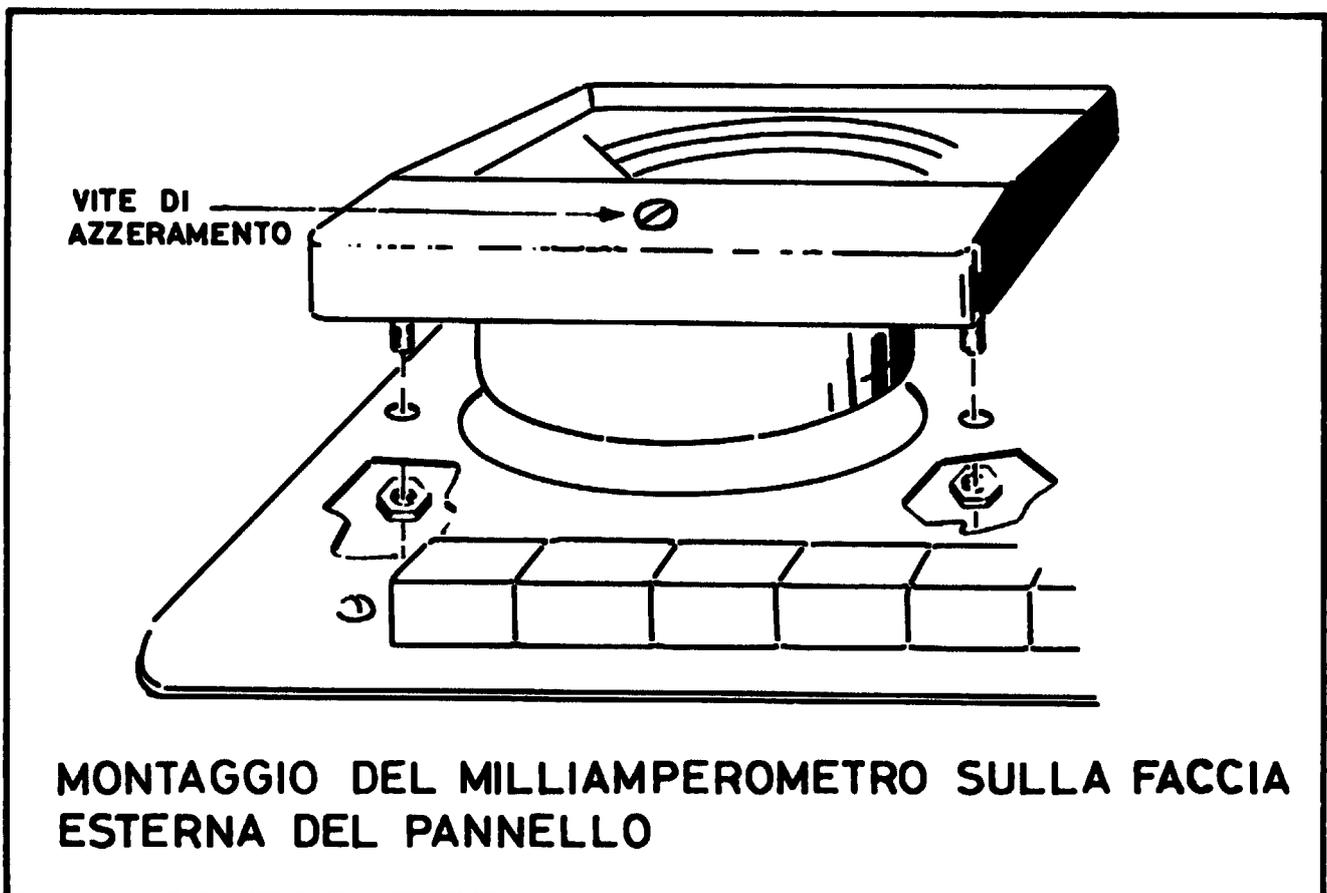

Fig. 5
c) Tolga i dadi che vi sono sulle due viti di fissaggio ed infili lo strumento negli appositi fori, in modo che la parte posteriore del suo quadrante venga ad appoggiare sulla faccia esterna del pannello, come si vede nella fig. 5.
A strumento montato, verifichi la posizione dell'indice all'inizio scala, tenendo lo strumento in posizione orizzontale. Se non risultasse perfettamente azzerato, agisca sulla vite situata sulla parte anteriore della scatola del milliamperometro (*fig. 5*), sino ad ottenere il regolare azzeramento.